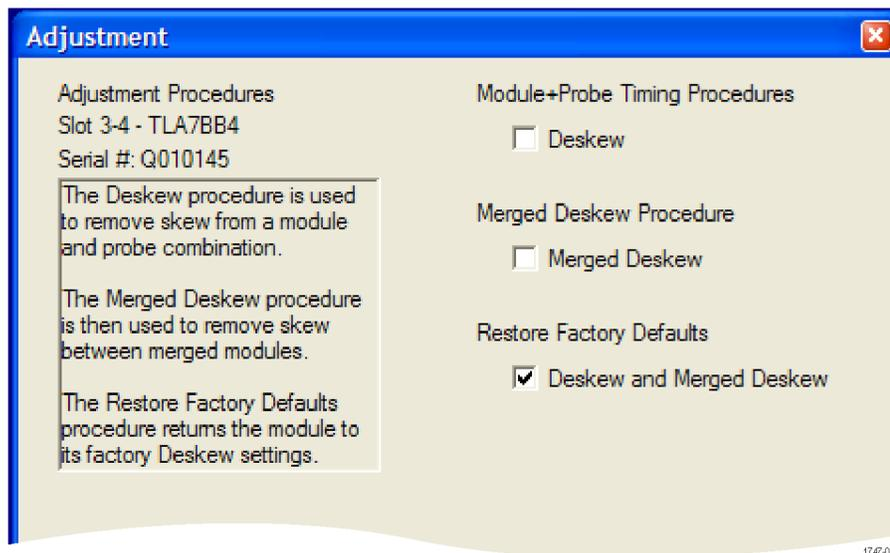

図 62: Adjustment ダイアログ・ボックス (Deskew and Merged Deskew がオン)
1. Adjustment 手順ダイアログ・ボックスで、Deskew and Merged Deskew を選択します。(図 62 参照)。